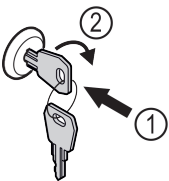

Fig. 120
- ▶ Πιέστε μέσα το κλειδί Fig. 120 (1).
- ▶ Περιστρέψτε το κλειδί 90° δεξιόστροφα Fig. 120 (2).